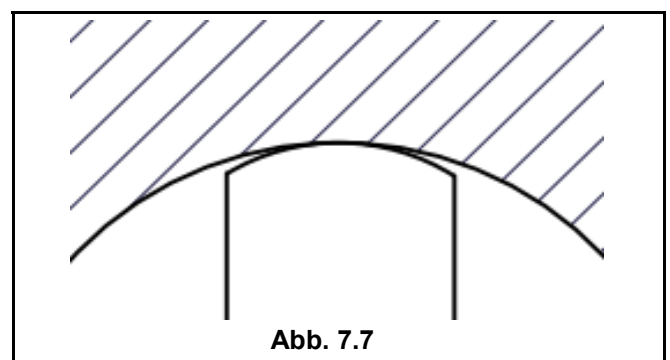

Abb. 7.7
2. Wenn der Spanndurchmesser des Werkstücks größer als der Spanndurchmesser der Aufsatzbacken ist, entsteht beim Spannen eine Linienberührung wie in Bild 7.7 dargestellt. Diese Bedingung ist akzeptabel und führt zu einer genauen und konzentrischen Werkstückhaltung.